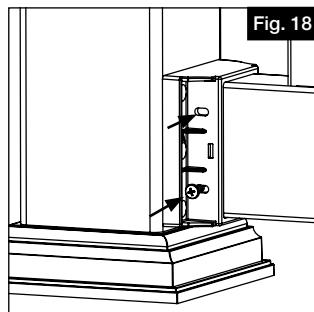

Fig. 18
- Enfoncer des vis no 10 x 1 po (25 mm) dans tous les avant-trous (traverses de 10 pi (304,8 cm) (seulement) (Fig. 18).